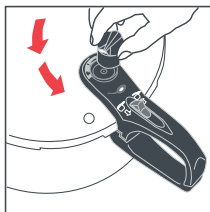

Fig.16
3. Ao levantar a válvula, tente rodá-la para a esquerda, no sentido anti-horário, na direção do desenho do círculo cruzado por uma linha. Será visível a existência de uma ranhura e quando a válvula chegar a essa ranhura, permite rodá-la completamente para a posição de abertura, com o desenho de um círculo cruzado por uma linha (Fig. 16).